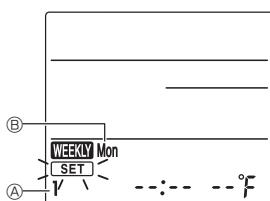

Fig. 1
① Pulse el botón **EDIT** con la unidad en funcionamiento o detenida. **SET** parpadea. (Fig. 1)
② Pulse el botón **1~4** para seleccionar el número del patrón de ajustes. Cada vez que pulse el botón **1~4**, el número del patrón **A** cambia en este orden: 1 → 2 → 3 → 4.
③ Pulse el botón **DAY** para seleccionar el día de la semana que deseé ajustar.